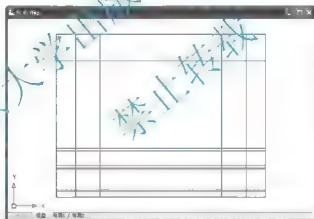

图 5.6 偏移生成垂直线
(5) 继续使用【偏移】命令将左侧的垂直线向右分别偏移 400mm、500mm, 将右侧的垂直线向左偏移 400mm、500mm, 结果如图 5.6 所示。